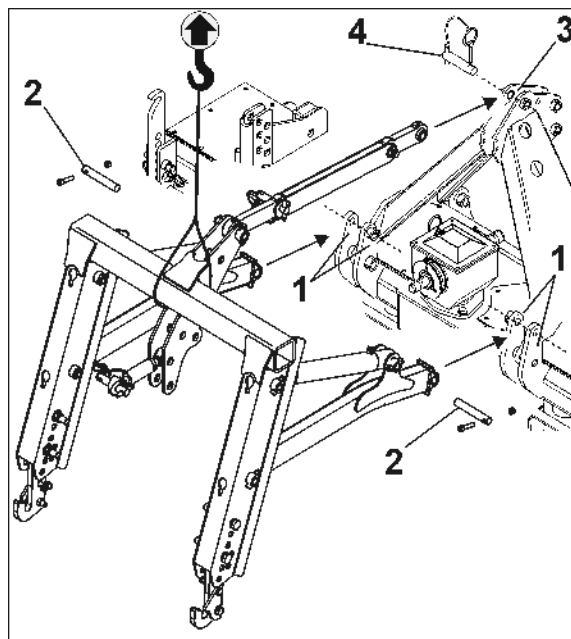

Bild 42
4. För in lyftramen mellan fästplattorna (Bild 42/1) på höger och vänster sida, fäst den med bultar (Bild 42/2) och säkra med skruv och mutter.
5. Fäst toppstången i den övre kopplingspunkten (Bild 42/3) på markbearbetningsmaskinen med bult (Bild 42/4) och säkra med låssprint.